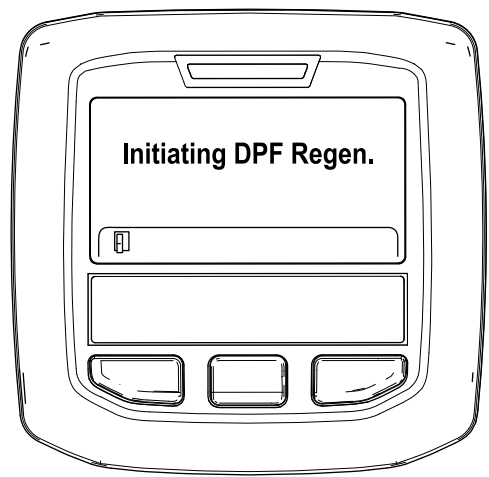

Bild 48
- A. Die Meldung „Initiating DPF Regen.“ wird angezeigt (Bild 48).